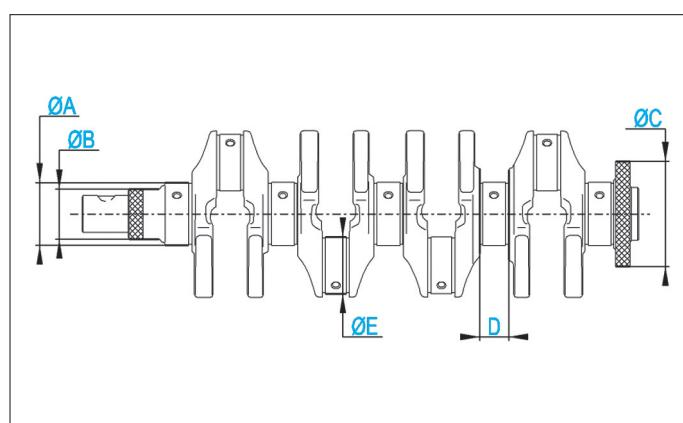

FIG. 15
Diamètre des tourillons (A) : 49,981 ($+0/-0,19$) mm (Fig.15).
Diamètre des manetons (\varnothing E) : 47 ($-0,009/-0,025$) mm (Fig.15).
Diamètre de la portée de joint côté distribution (B) (Fig.15) :